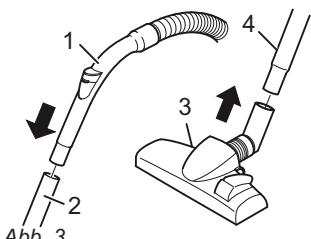
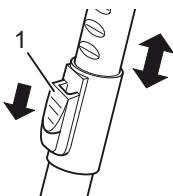

Abb. 3
Abb. 4
- Stecken Sie den Handgriff (Abb. 3/1) in das obere Ende des Teleskoprohrs (Abb. 3/2).
- Stecken Sie die Bodendüse (Abb. 3/3) auf das untere Ende des Teleskoprohrs (Abb. 3/4).
- Stellen Sie die Länge des Teleskoprohrs ein. Drücken Sie dazu die Teleskoprohr-Arretierung (Abb. 4/1) nach unten. Ziehen Sie dann das Teleskoprohr am Handgriff (Abb. 3/1) auf die gewünschte Länge. Zum Verriegeln lassen Sie die Teleskoprohr-Arretierung beim Ziehen los. Sie hören ein deutliches Klicken.